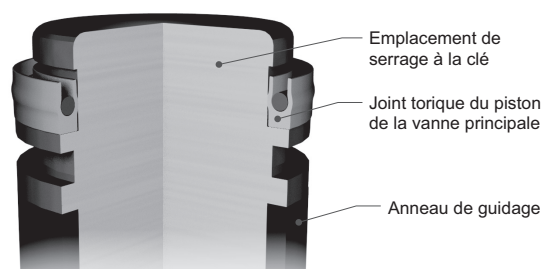

Figure 49 : Piston de soupape principale
10. Pour les joints en téflon, assurez-vous de l'intégrité du joint en téflon et du ressort d'étanchéité. Installez le joint de piston de la soupape principale sur le diamètre externe du piston, à l'extrémité opposée du siège du piston, comme illustré sur la figure 49.